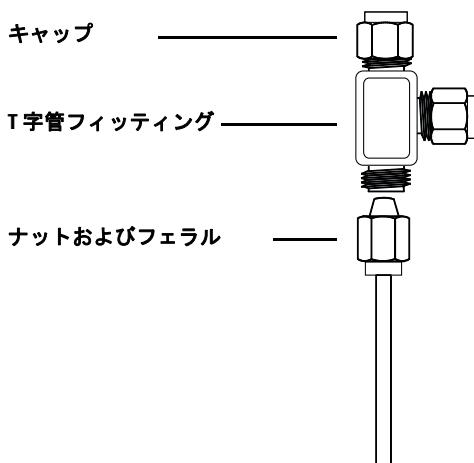

図 15 Swagelok T 字管
- 1 配管の T 字管を取り付ける場所を切断します。配管と T 字管を Swagelok フィッティングで接続します。図 15 を参照してください。